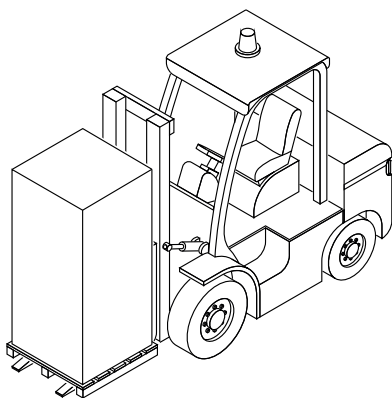

Fig. 4.1
- Manipulați utilajul ambalat numai cu ajutorul unui stivuitoar (fig. 4.1) care acționează la baza paletului de lemn care este bine fixat pe ambalaj, a cărui bază de susținere este de fapt.